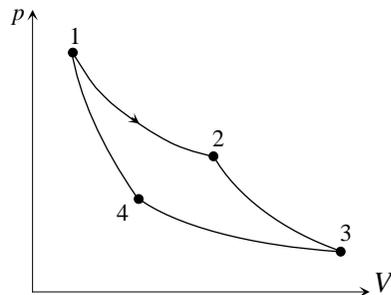

Fig. 2
1. Il prototipo delle trasformazioni cicliche, e senza dubbio il ciclo più importante dal punto di vista teorico, è il ciclo di Carnot, che è un ciclo motore reversibile a due sorgenti, costituito quindi da due isoterme e due adiabatiche: *nessuna limitazione* è posta, in linea di principio, alla natura del sistema fisico che subisce il ciclo. Nel caso di un gas perfetto possiamo rappresentare il ciclo come in fig.2: a partire dallo stato di equilibrio 1, il gas si espande in modo reversibile, dapprima a tempe-